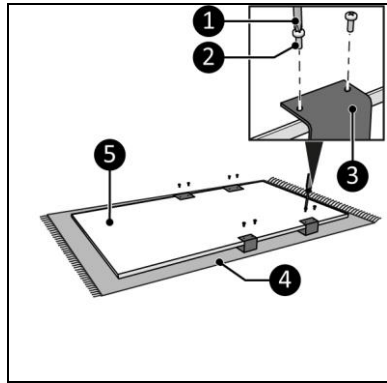

Figure 8
8. Posez l'appareil sur une surface douce et stable (Figure 8, pos. 4).
9. Placez les deux porte-serviettes (Figure 8, pos. 3) sur deux des trois emplacements possibles de la partie principale (Figure 8, pos. 5).
10. Vissez et serrez les deux porte-serviettes (Figure 8, pos. 3) avec huit petites vis (Figure 8, pos. 2) à l'aide d'un tournevis Phillips (Figure 8, pos. 1).